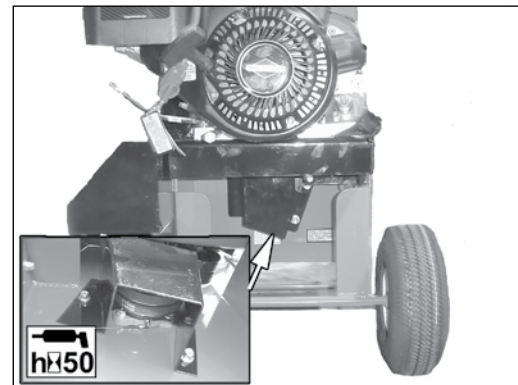

Figure 5.7 - Palier du côté du moteur.
2. Palier du côté du moteur (figure 5.7).